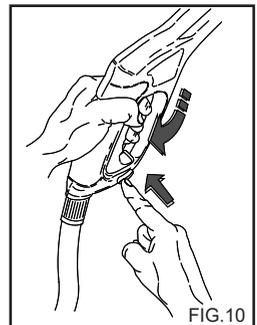

FIG.10
- Wenn der Hochdruckreiniger nicht benutzt wird, die Sicherheitsvorrichtung am Griff schließen. (Fig. 10)